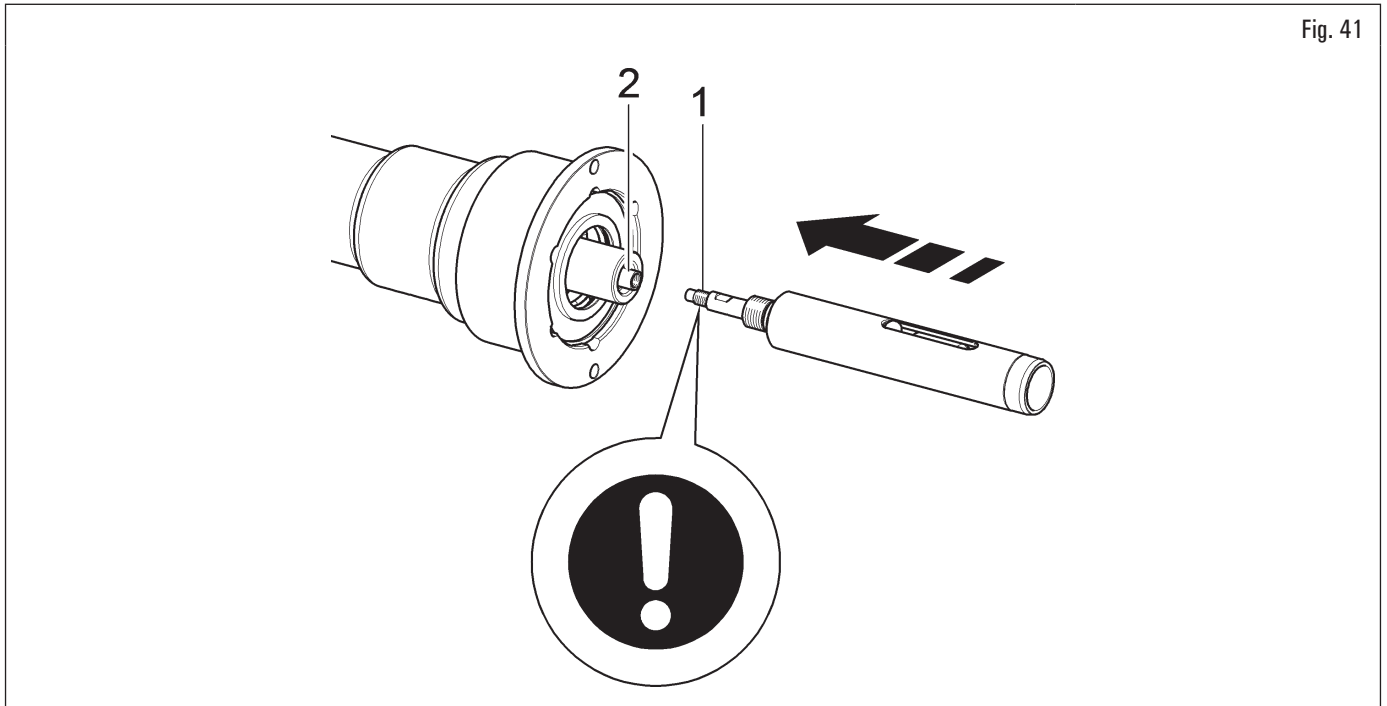

Fig. 41
2. pour éteindre l'équipement il suffit d'appuyer sur l'interrupteur général (Fig. 74 réf. 1). Accoupler la tige intérieure du pneu (Fig. 41 réf. 1) avec la tige intérieure de la bride (Fig. 41 réf. 2) (voir Fig. 41) ;
Pendant le montage du kit arbre pneumatique (Fig. 41 réf. 1) Mettre le composé de retenue à résistance moyenne loctite 242 ou équivalent seulement sur le filet M10 et serrer à 30 Nm (22 ft-lbs).